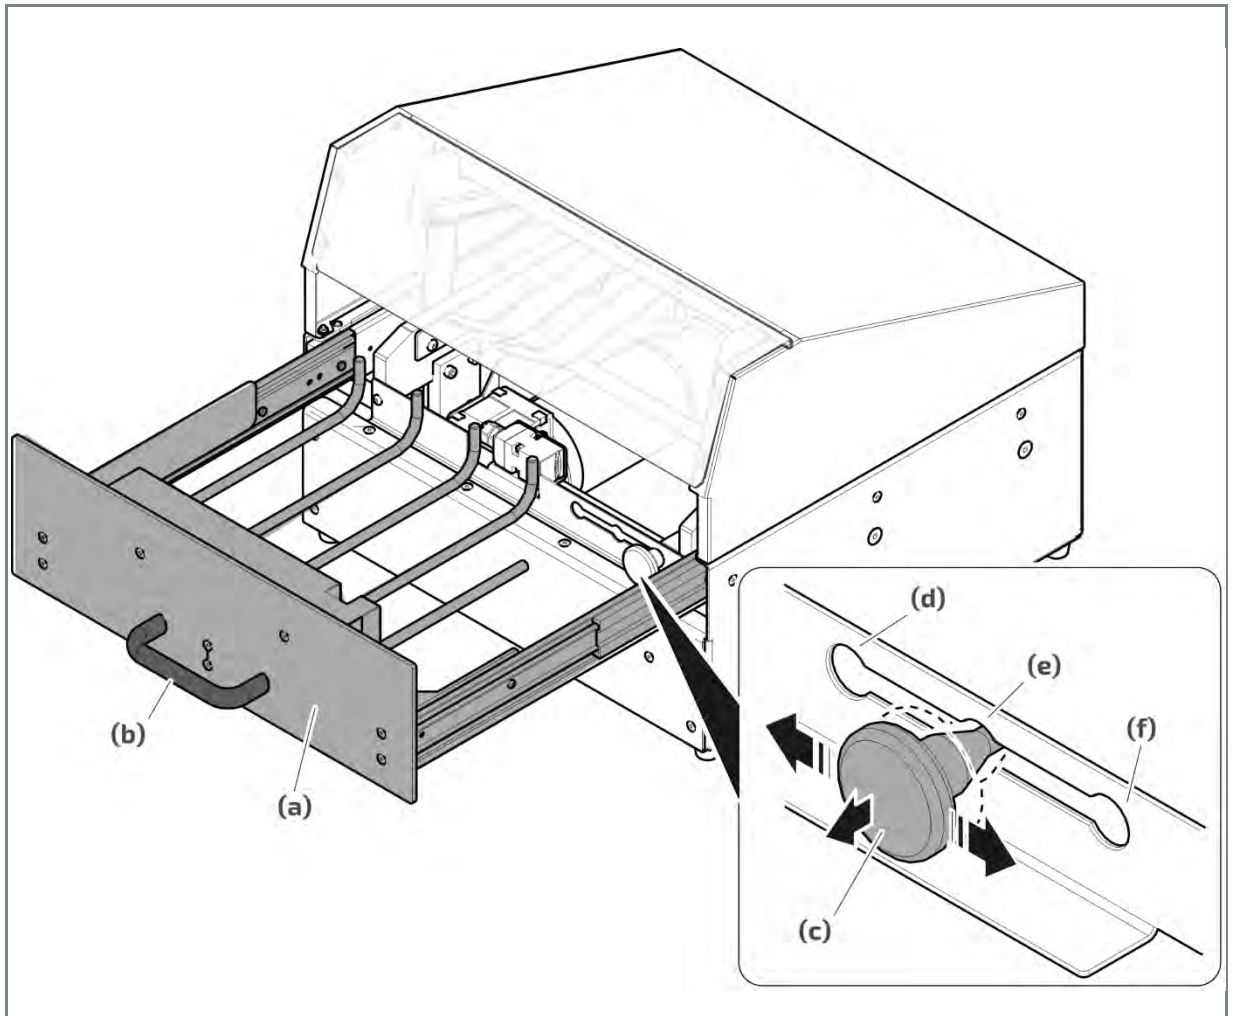

Abb. 5 Klemmbalken einstellen
1. Ziehen Sie das Schubfach **Abb. 5 (a)** am Griff **Abb. 5 (b)** komplett aus dem Gehäuse.
2. Ziehen Sie am Hebel **Abb. 5 (c)** und verschieben Sie den Klemmbalken in die Aussparung der passenden Größe des verwendeten Zuschnittes.
- Bogenformat 1 (klein) **Abb. 5 (d)**: 300 mm x 350 mm
- Bogenformat 2 (mittel) **Abb. 5 (e)**: 300 mm x 430 mm
- Bogenformat 3 (groß) **Abb. 5 (f)**: 400 mm x 530 mm
2. Stellen Sie sicher, dass der Klemmbalken auf die richtige Größe **Abb. 5 (d)** des Zuschnittes eingestellt ist.